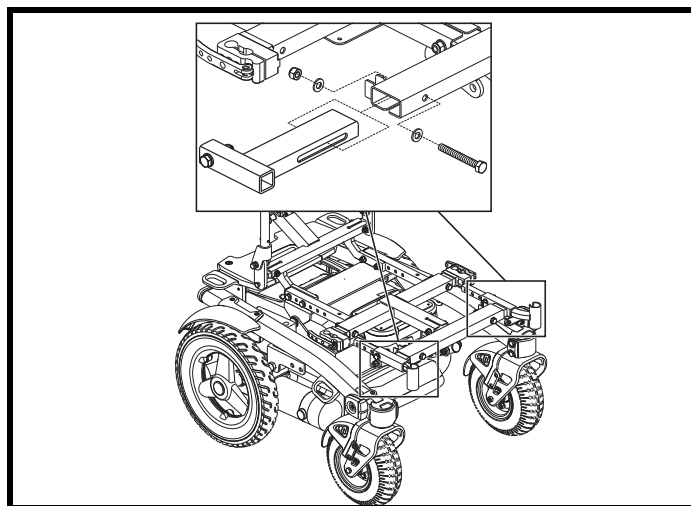

Figura 14. Regolazione della larghezza del poggiatesta
2. Allentare i fissaggi del supporto del poggiatesta. Vedere figura 14.